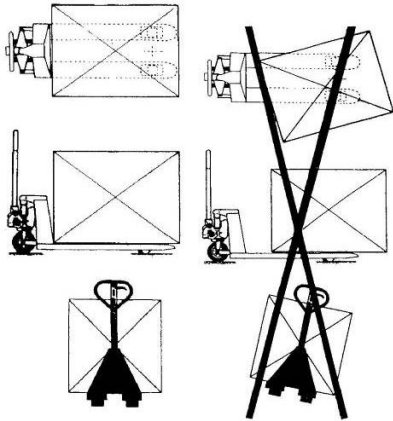

Abbildung 6
- Korrekte Ladung und Betrieb des Hubwagens werden in Abbildung 6 dargestellt.
In der idealen Ladesituation liegt der Schwerpunkt der Last in der Mitte der Gabeln. Last nicht auf die Gabelspitzen setzen. Korrekte Ladung und Betrieb des Hubwagens werden in Abbildung 6 dargestellt. Nicht mehr als eine Palette auf den Hubwagen laden. Stabilität der Last sicherstellen. Die Tragfähigkeit ist auf dem Typenschild angegeben.